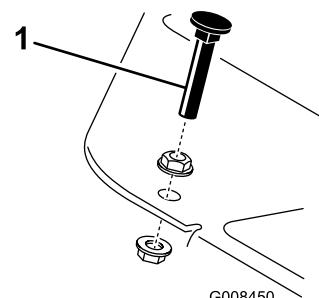

Figura 50
Pise el pedal de tracción. Si el pedal toca el tope (Figura 50) antes de que se note tensión en el cable, es necesario hacer un ajuste:
1. Afloje las contratueras con arandela prensada que fijan el tope del pedal a la chapa de suelo (Figura 50).